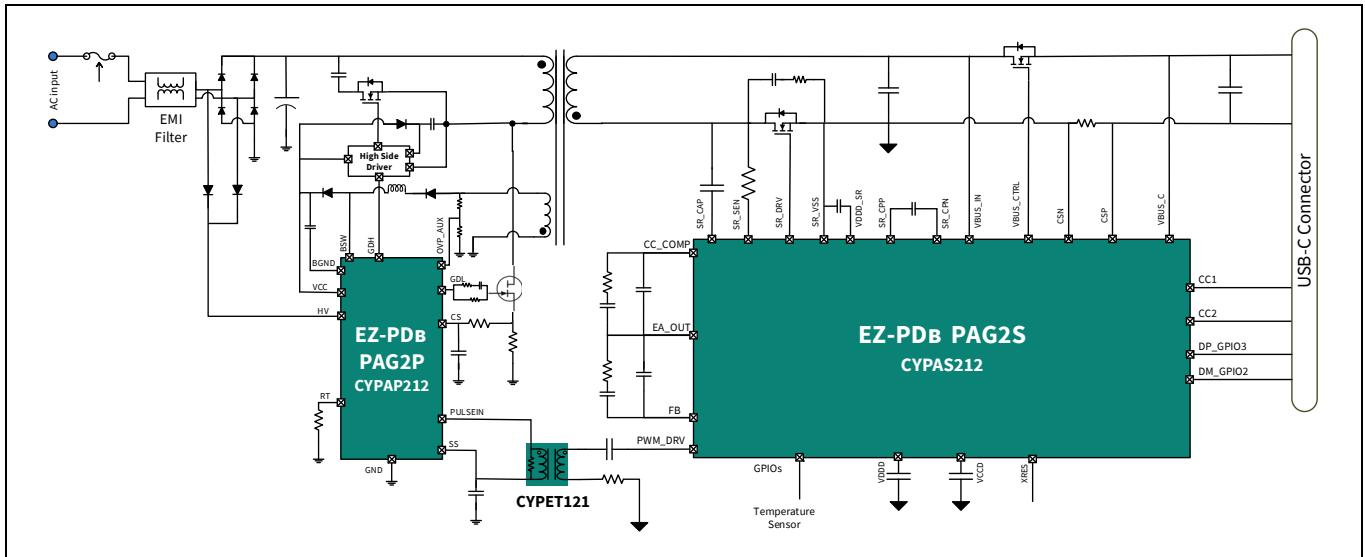

Figure 1 二次側フライバック制御付き USB PD アダプタ
Figure1 に、二次側制御の同期フライバックシステムを実装した電源アダプタのアプリケーション図を示します。このシステムでは、EZ-PD™ PAG2S-AC は電圧制御モードでの一次側 MOSFET のパルス幅を変調します。PAG2S-AC は、内部誤差アンプ (EA) とプログラマブルランプジェネレータを使用して PWM のパルス幅を決定します。PWM 信号は、パルスエッジトランジスを介して二次側から一次側に送信されます。このパルストランジスは、ACF 信号の送信にも使用されます。このトポロジでは、PAG2S-AC は ACF 付き二次側 PWM 制御、充電プロトコル制御、および故障保護という 3 つの主要な機能を備えています。以下の例では、EZ-PD™ PAG2P は一次側コントローラー、PAG2S-AC は二次側コントローラーとして使用されます。
PAG2S-AC は、定電圧動作モードと定電流動作モードの両方で二次側出力の検出とレギュレーションを行う 2 個の誤差アンプブロックを内蔵しています。誤差アンプの出力は内部アナログ PWM ブロックに供給されます。誤差アンプの負入力はフィードバック (FB) ピンであり、正入力は内部電圧リファレンスです。FB ピンの電圧は、所望の VBUS 出力を達成するように内部電流ソース / シンク IDAC を使用して変更できます。アプリケーション図 (Figure1) に示すように、FB ピンと EA_OUT ピンの間に外部補正ネットワークが必要です。定電流動作モードでは、機能ブロック図に示すように、内部ローサイド電流検出アンプ (LSCSA) の出力が独立した誤差アンプに供給されます。Figure1 に示すように、定電流モードにおけるレギュレーションには、CC_COMP_GPIOx と EA_OUT の間に外部補正ネットワークが必要です。